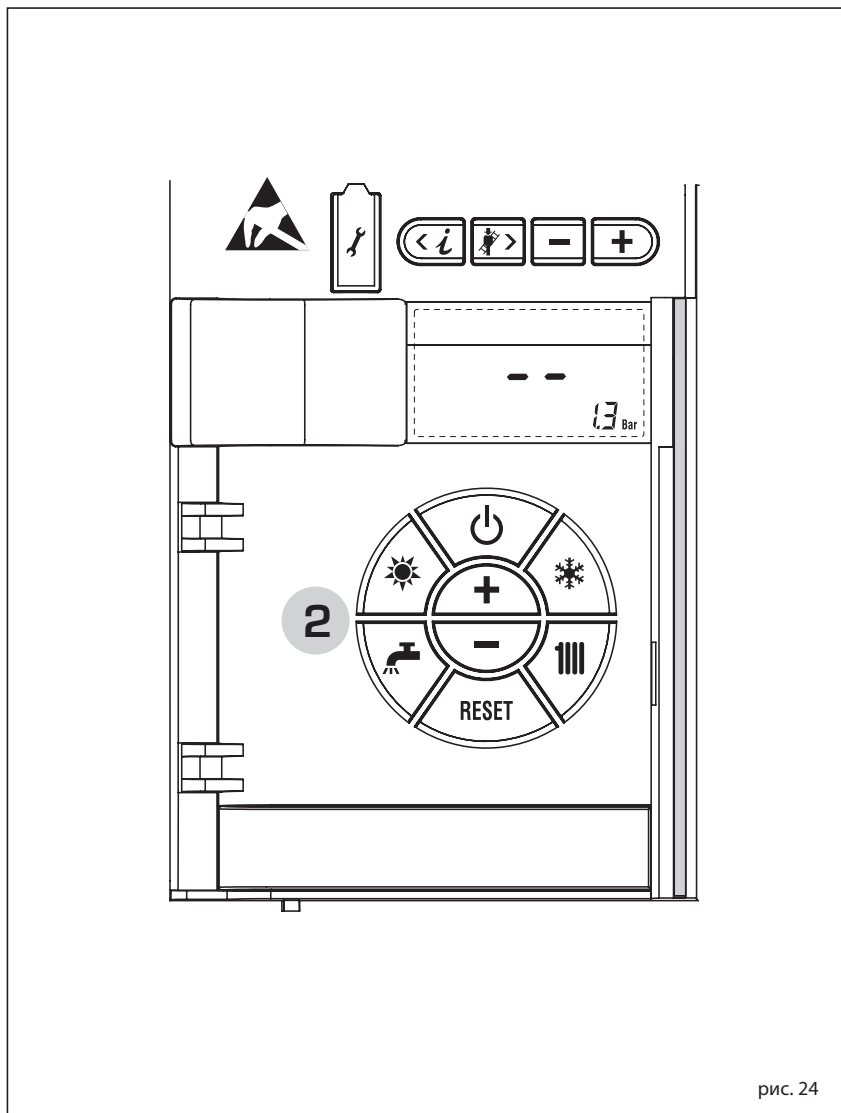

рис. 24
### ВКЛЮЧЕНИЕ КОТЛА (рис. 24)
**ВЫКЛЮЧЕНИЕ КОТЛА (рис. 24)**
При коротком отсутствии нажмите на кнопку (⏻) механизмов управления (полож. 2). Дисплей будет таким, как показано на рис. 24 Таким образом, оставив включёнными электропитание и подачу топлива, котёл будет защищён с помощью систем защиты от замерзания и от блокировки насоса. При длительном периоде бездействия котла рекомендуется выключить электрическое напряжение, используя главный выключатель установки, закрыть газовый кран и, если ожидается низкая температура, опорожнить гидравлическую систему, чтобы избежать поломки труб из-за замерзания воды.